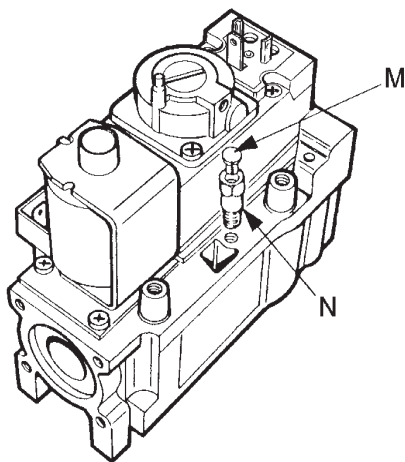

Рис. 10
- убрать на корпусе клапана пластиковую защитную заглушку **М** (рис. 10).